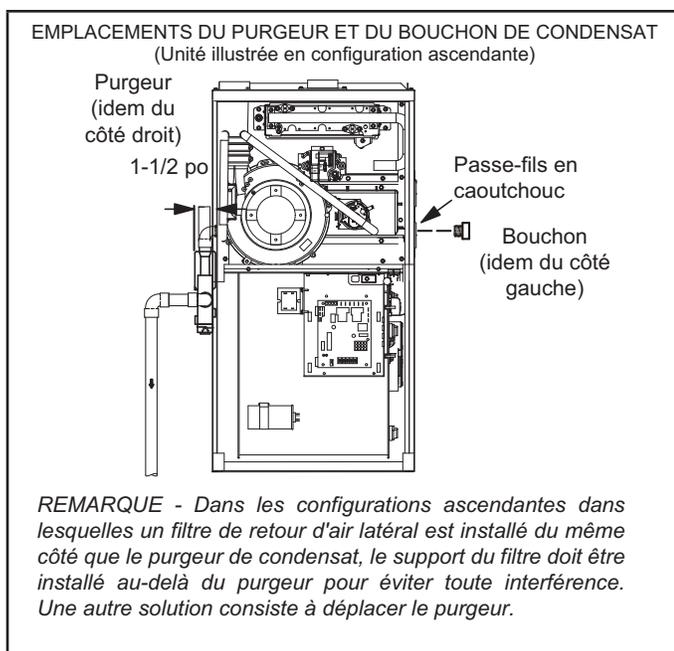
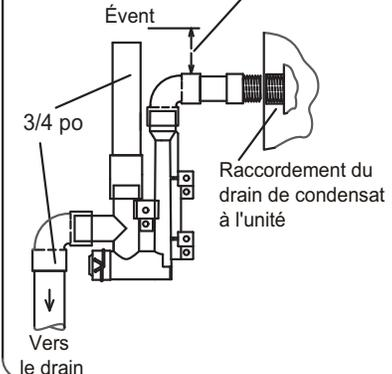

FIGURE 46
FIGURE 54
Cette unité est prévue pour une sortie à gauche ou à droite du tuyau de condensat en configuration ascendante. En configuration horizontale, le purgeur de condensat doit se prolonger en dessous du générateur. Prévoir un dégagement d'entretien de 8 po pour le purgeur. Voir les FIGURE 46 et FIGURE 48 pour les emplacements du purgeur de condensat. La FIGURE 54 illustre le piège avec tuyau en PVC de 1/2 po ou de 3/4 po.
- 2 - Utiliser un grand tournevis à tête plate ou une douille d'entraînement de 1/2 po pour retirer le capuchon (FIGURE 46) du boîtier du collecteur de l'extrémité froide à l'emplacement approprié sur le côté de l'appareil. Installer un coude de 3/4 po NPT sur le boîtier du collecteur de l'extrémité froide. Utiliser de l'adhésif au Téflon ou un enduit d'enrobage approprié.
- 3 - Installer le bouchon sur l'ouverture de nettoyage à la base du purgeur. Fixer avec le collier. Voir la FIGURE 54.
- 4 - Installer le purgeur avec des raccords en PVC appropriés et coller tous les joints. Coller le purgeur fourni comme illustré à la FIGURE 54. Acheminer le conduit de condensat jusqu'à un drain ouvert. *La conduite de condensat doit maintenir une pente descendante de 1/4" entre l'appareil et le drain.*